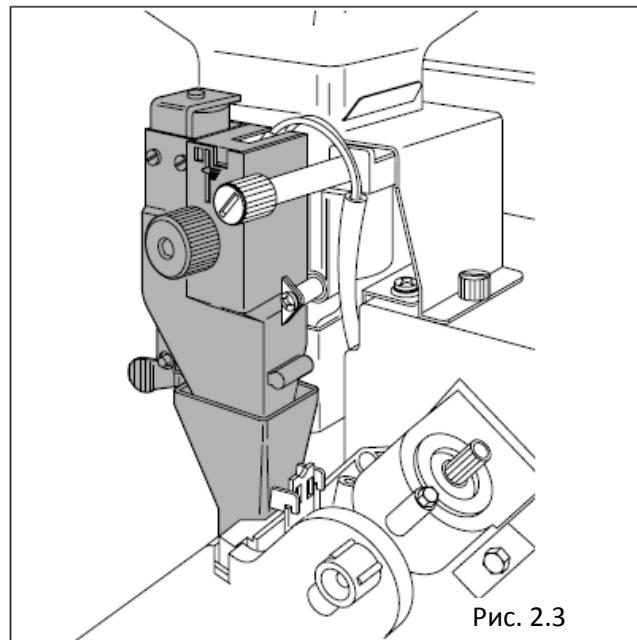

Рис. 2.3
- кофемолка активируется и работает, пока не будет получена доза молотого кофе, установленная дозатором (Рис.2.3)